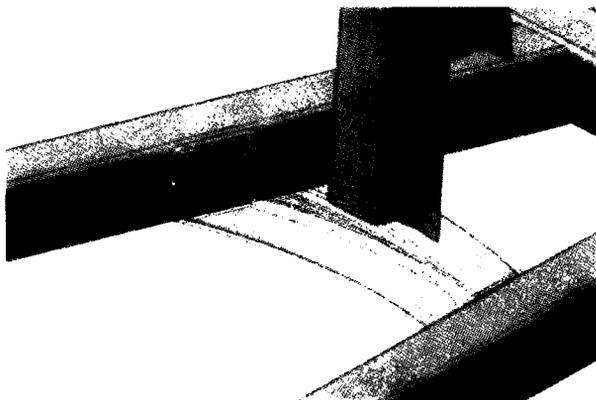

Рис. 11.11. Врезание удалит удлиненный профиль с выбранной части
4. Нажмите **ОК**, чтобы создать элемент. Сравните результат с рис. 11.11.
5. Дважды щелкните на красной детали двойным щелчком мыши: первый раз, чтобы редактировать подборку, и второй раз, чтобы активировать деталь. Рисунок 11.11 показывает, что произойдет с деталью, когда будет создано врезание.